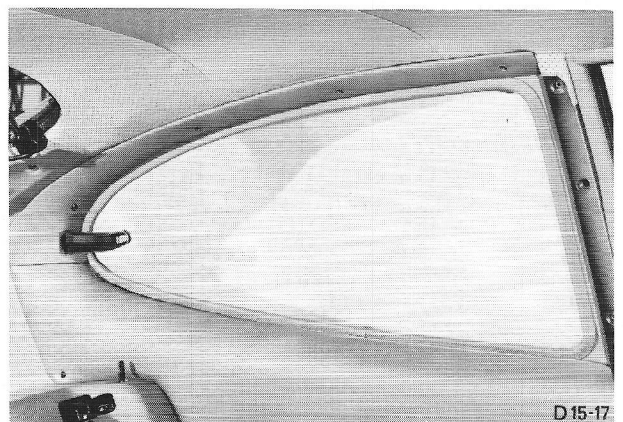

Fig.153 Bekleding boven de zijruit.
4. Verwijder de bekleding aan de bovenzijde van de zijruit (4 bouten)(fig.153).